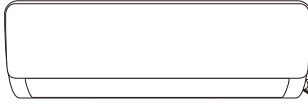
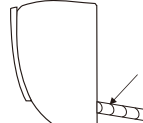

Fig 1
Fig 2
1. Dependiendo de la posición de la unidad, la tubería puede enrutarse lateralmente desde la izquierda o la derecha ( Fig. 1 ), o verticalmente desde la parte posterior ( Fig. 2 ) (dependiendo de la longitud de la tubería de la unidad interior). En el caso de enrutamiento lateral, corte el material de corte de salida del lado opuesto.